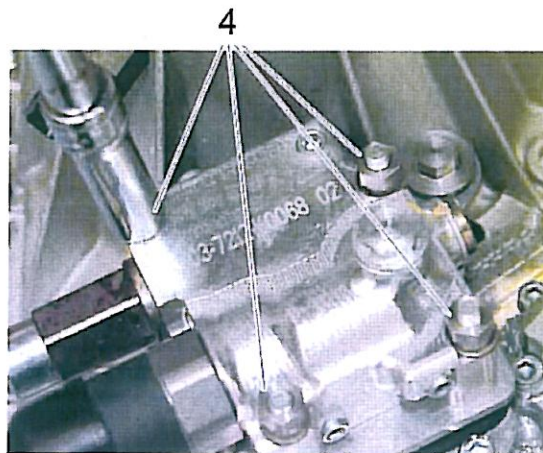

Bild 23
17. Die vier Gewindebolzen mit jeweils einer Spezialmutter (item 4) bestücken und die Spezialmutter (item 4) dann kreuzweise mit dem vorgeschriebenen Anzugsmoment anziehen. Siehe Bild 23.